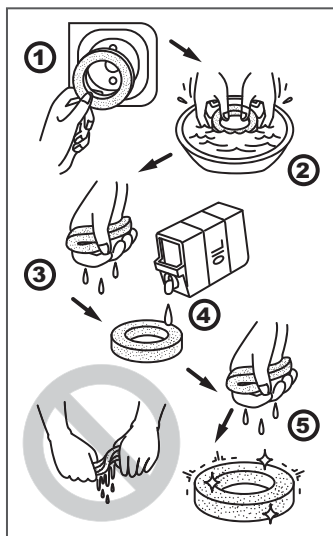

Рис. 14 Обслуживание фильтрующего элемента
(1) Техническое обслуживание должно осуществляться более часто, при работе в пыльных условиях.
(2) Данный вид работ необходимо выполнять в авторизованном сервисном центре.
- При незначительном загрязнении промойте поролоновый фильтрующий элемент теплым мыльным раствором и просушите. Смочите специальным или чистым моторным маслом, после чего отожмите излишки масла (Рис. 14).